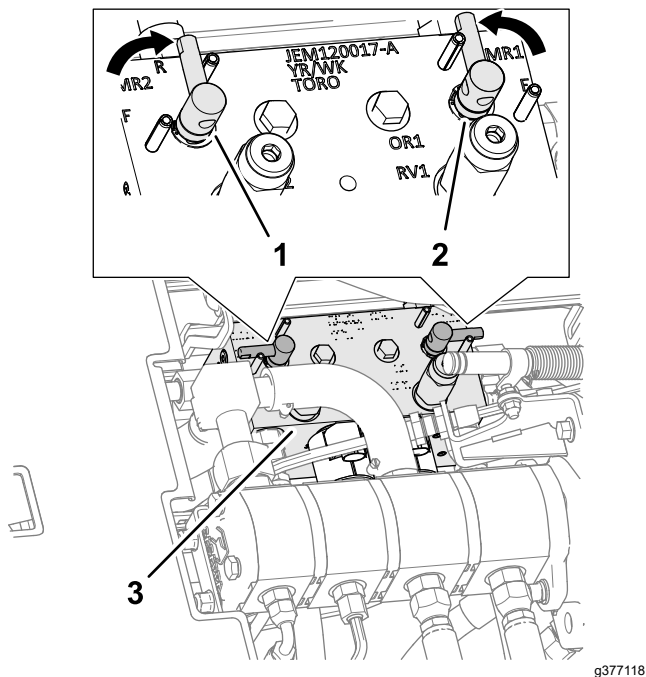

Figura 147
4. Desbloqueie e levante o banco para expor o manípulo do cortador (Figura 147).
5. Mova as alavancas de retificação para a posição R (retificação) (Figura 147).